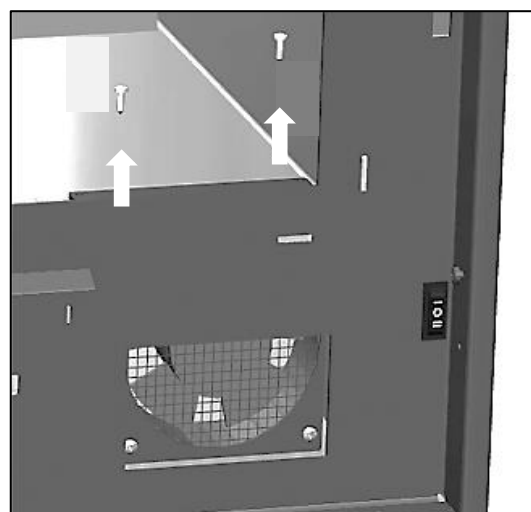
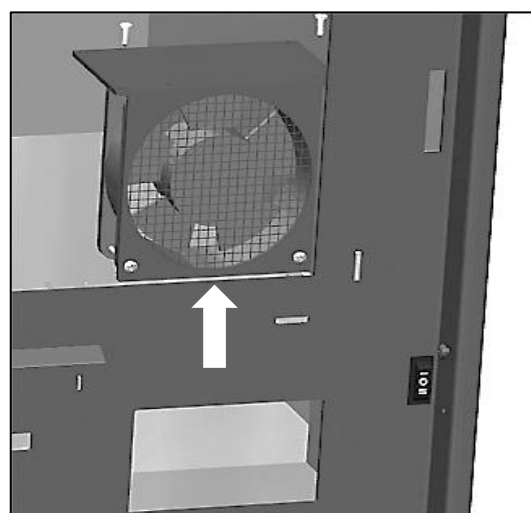

FIG. 4
FIG. 5
2. Allentare le 2 viti superiori che fissano l'insieme del ventilatore ed estrarlo dalla sua sede tirando dolcemente verso l'alto. (Fig. 4 y Fig. 5).